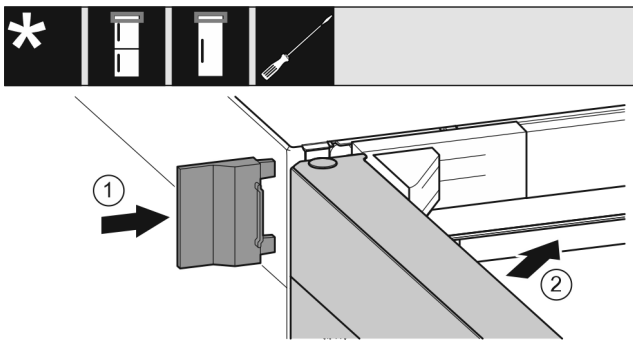

Fig. 21
- ▶ Надвиньте внешнюю крышку. *Fig. 21 (1)*
- ▶ Закройте верхнюю дверь. *Fig. 21 (2)*